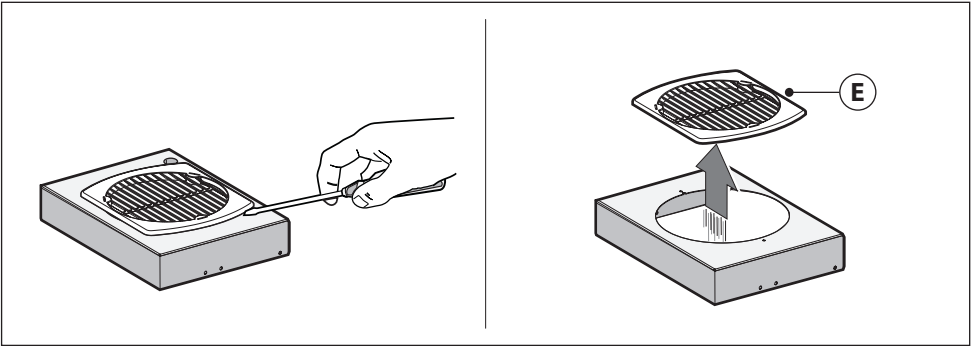

Fig.5
-Haka loss kupolen **M** och ta bort gallret **E** (Fig.5).